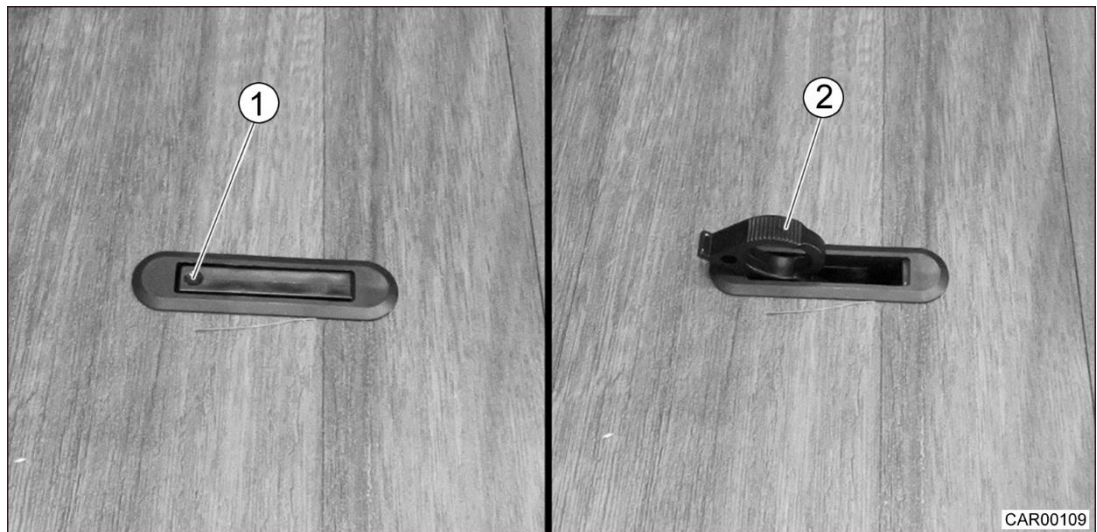

Fig. 102 Dispositif de fermeture dans les trappes de plancher
1. Enfoncer le dispositif de fermeture au niveau du marquage (Fig. 102/1). Le levier à poignée (Fig. 102/2) pivote vers le haut.
1. Fermer la trappe et rentrer le levier de la poignée (Fig. 102/2).